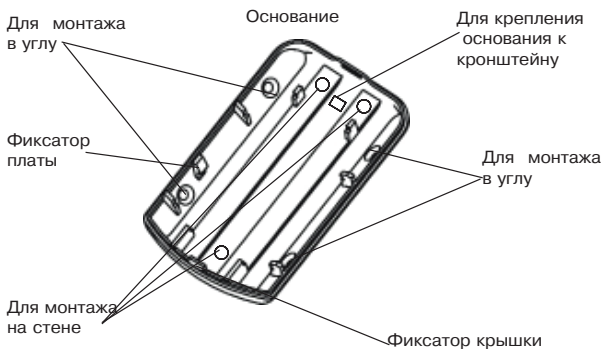

Рис.36
- Снимите крышку извещателя, отжав при помощи отвертки фиксатор, расположенный в нижней части основания извещателя (рис. 36).